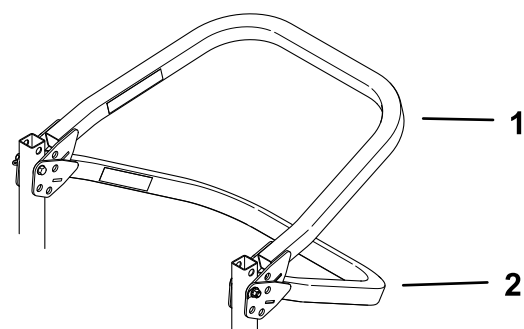

Figura 9
**Notă:** Există două poziții inferioare, aa cum se arată în Figura 9.